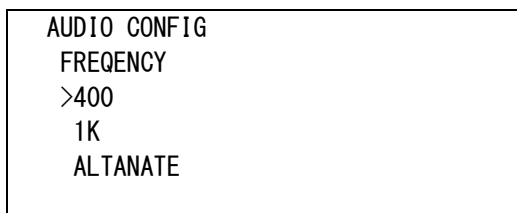

図4-87 AUDIOテストFREQUENCYメニュー(AUDIO TEST FREQUENCY例)
- 1) AUDIO CONFIG メニューで「FREQUENCY[FREQ]」を選択し、**ENTER** ボタンを押すと図 4-87 のような設定メニューが表示されます。